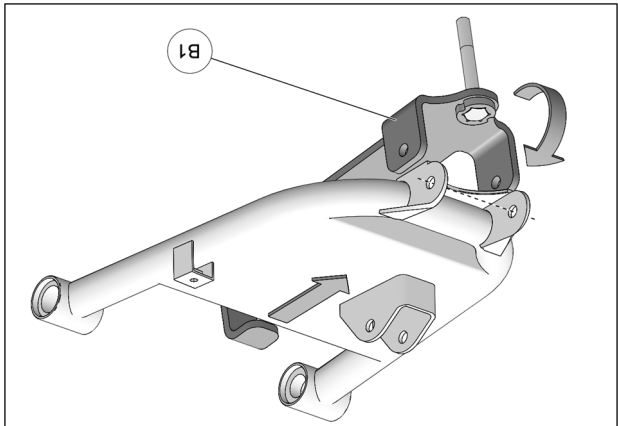

Fig. 8
7. Accrocher l'arrière en «C» de l'ancrage (B1) à la plaque de renfort du bras de suspension et pivoter l'avant de l'ancrage vers le haut pour aligner les trous de l'ancrage aux trous existants du bras de suspension. Voir la Fig. 8